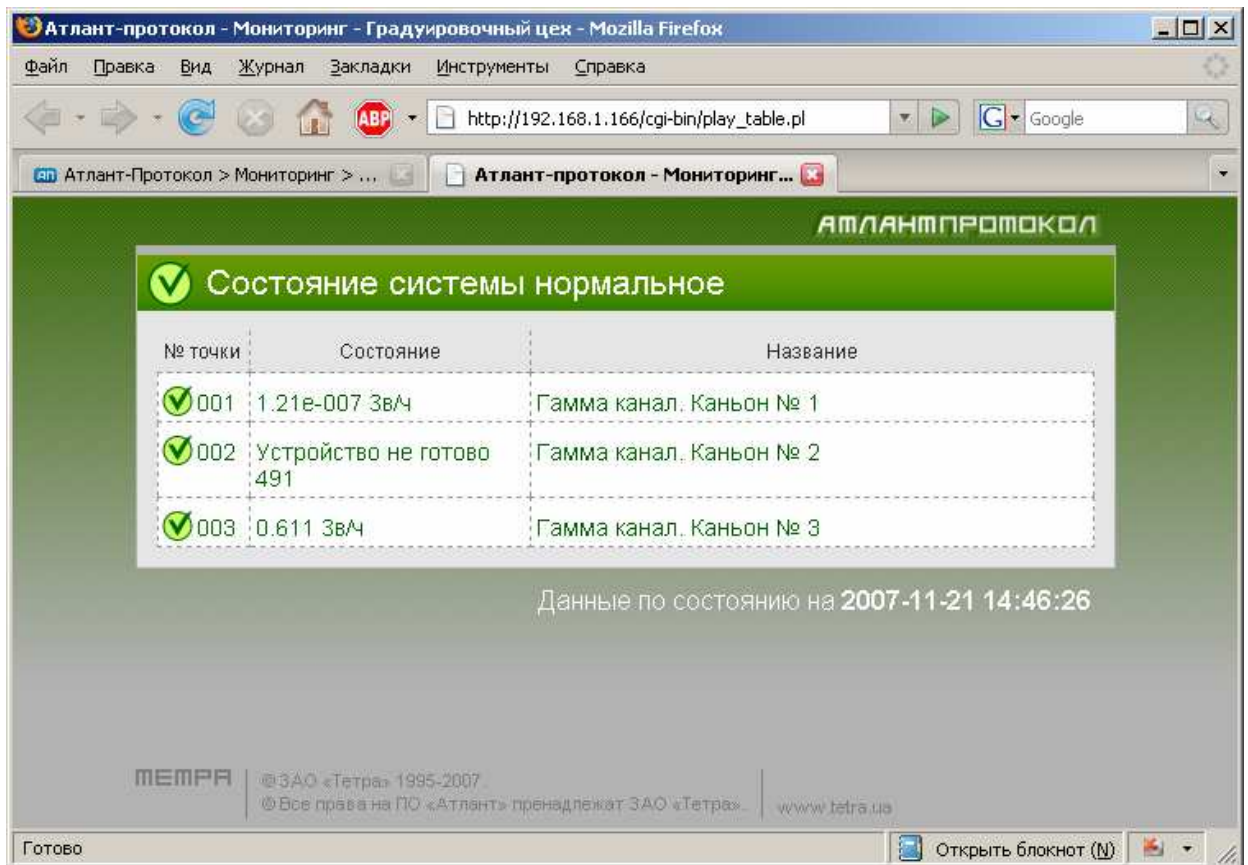

Рисунок 11. Отображение состояния объекта в виде таблицы точек контроля
Для таблицы необходимо выбрать режим ее обновления (по умолчанию «вручную») и нажать кнопку . После этого откроется окно, отображающее точки контроля выбранной таблицы (Рисунок 11).
- «Состояние системы нормальное» - все точки контроля в нормальном состоянии (Рисунок 11);